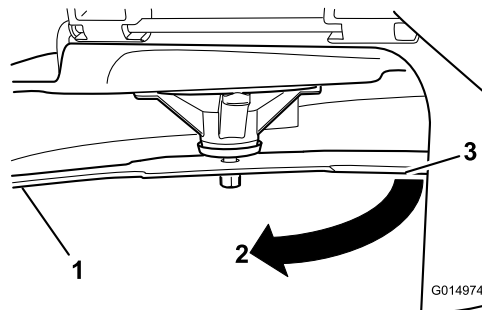

Figura 104
4. Ruotate la stessa lama di 180 gradi in modo che il tagliente opposto si trovi ora nella stessa posizione (Figura 104).